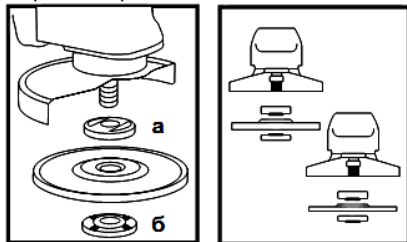

Рисунок 2
5.4 Установите на изделие шлифовальный либо отрезной диск. Для этого нажмите на кнопку фиксации шпинделя (1) и проверните шпиндель до такого положения, при котором он зафиксируется. С помощью вилочного ключа из комплекта изделия отверните и снимите зажимную гайку (6) (смотрите рисунок 2). Установите шлифовальный диск на
посадочное место фланцевой шайбы (а) (рисунок 2), наживите рукой зажимную гайку на шпindel и затяните ее ключом из комплекта изделия.